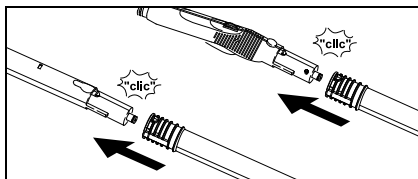

Fig. 7
- Benytt forlengerrøret (G1) etter behov. Ett eller begge forlengerrørene monteres på damp pistolen (C1) (se fig. 7). Skyv det nødvendige tilbehøret (D1, E1, F1, H1) inn på den ledige enden på forlengerrøret.